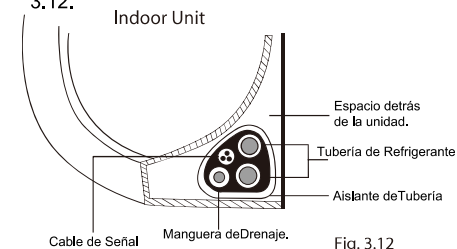

Fig. 3.12
1. Reúna la manguera de drenaje, tubería de refrigerante y cable de señal conforme a Fig. 3.12.
3. Ocupando la cinta aislante, envuelva el cable de señal, tubería de refrigerante, y manguera de drenaje firmemente juntos. Revise una vez más que los ítems están reunidos en conformidad con Fig. 3.12.